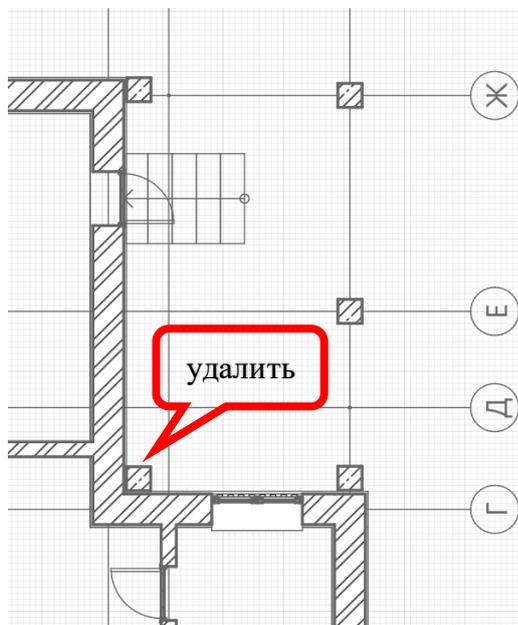

Рис. 9 Удаление колонны
- Одну колонну необходимо удалить (рис. 9)
8. Выделим новую ось и изменим обозначение – **2** (рис. 9)